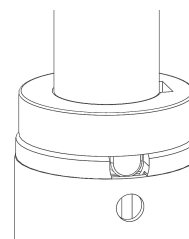

Figura 23 – Blocco dell'asta portaflebo
2. Ruotare e bloccare l'asta portaflebo nel manicotto per accessori (Figura 23).